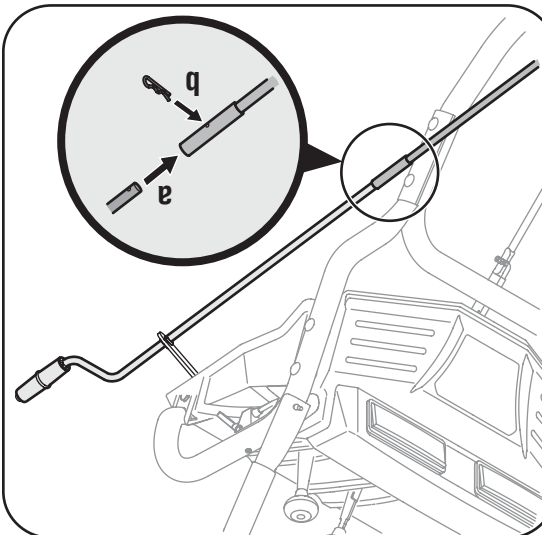

Figure 3-3
- Dégagez la goupille fendue de l'extrémité de la manivelle supérieure de la goulotte. Enfoncez la manivelle supérieure dans la manivelle inférieure. Des pinces peut aider dans ce travail. Voir la Figure 3-3.
- a. Alignez les trous sur les manivelles. Voir la Figure 3-3.